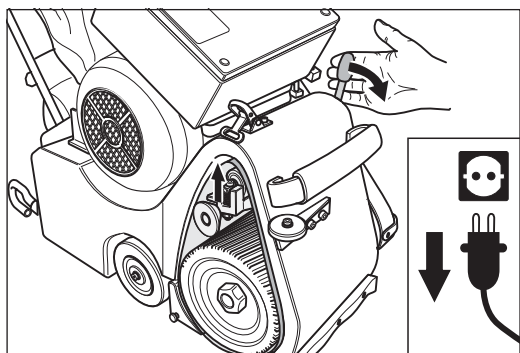

Abb. 11 Den Bedienungshebel des Aggregats nach unten drücken. Das Schleifband wird gespannt. **Abbildung ähnlich.**
- 11 Um das Schleifband zu spannen, drücken Sie den Bedienungshebel des Aggregats nach unten (Abb. 11).
- Vor dem Einschalten der Maschine **immer** das Schleifband spannen (Abb. 11)!
- Vor dem Einschalten der Maschine immer das Schleifband spannen (Abb. 11)!